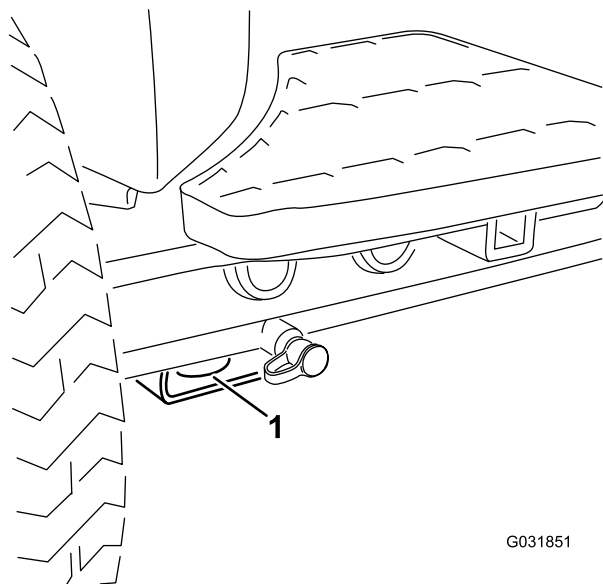

Рисунок 22
- **Передняя часть машины** — отверстие в прямоугольной подкладке под трубой моста, рядом с внутренней стороны каждого переднего колеса (Рисунок 22).